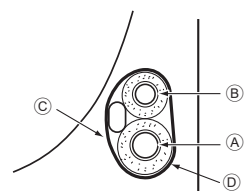

Fig. 4-4
4.3.1. Sistemazione nello spazio riservato alle tubazioni dell'unità (Fig. 4-4)